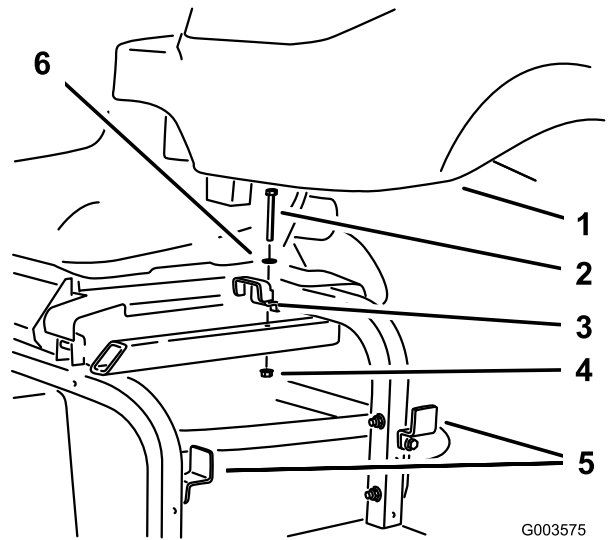

Figure 24
2. Fixez le réservoir hydraulique au cadre au moyen des 3 supports déposés et desserrés précédemment (Figure 24).